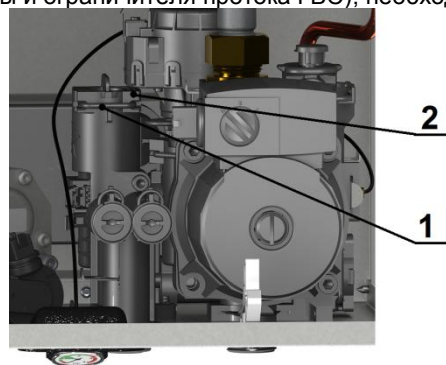

Рис. 20 Демонтаж датчика протока
- снять скобу (1) крепления датчика протока (2), см. рисунок 20;
- снять датчик протока (1), потянув вверх;